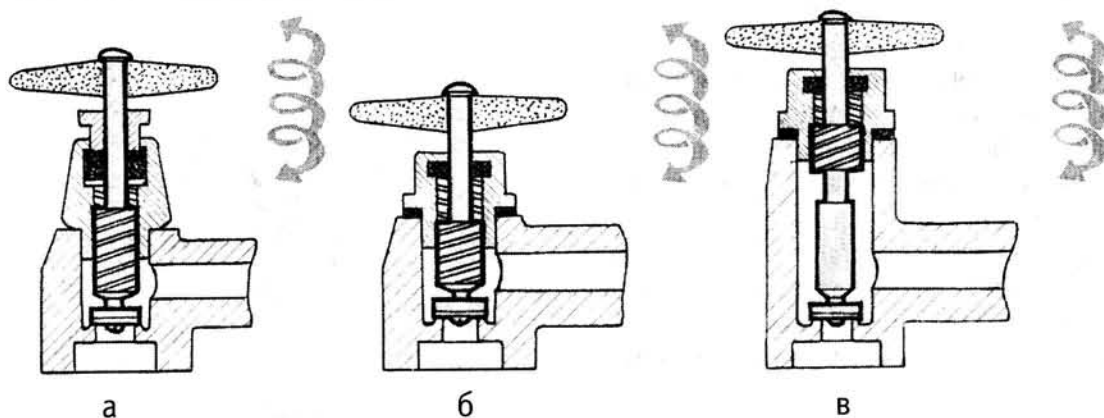

Рис. 1-1-1. Классификация вентильных головок с вращательно-поступательным движением штока (схемы):
- а) с вращательно-поступательным движением штока (рис. 1-1-1);